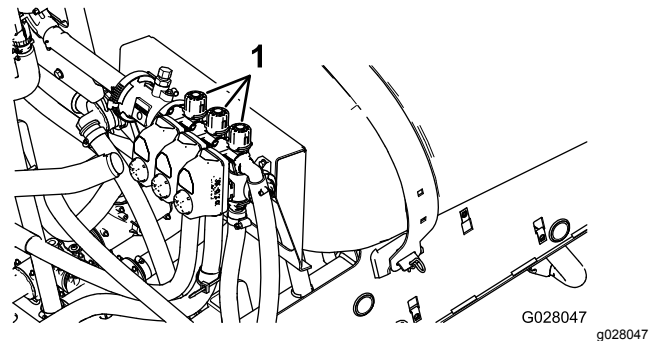

Figura 74
10. Desactive el brazo izquierdo y ajuste la válvula de desvío del brazo (**Figura 74**) hasta que la presión marcada coincida con el nivel previamente ajustado (típicamente 2,76 bar).
12. Ajuste la válvula de desvío del brazo derecho (**Figura 74**) hasta que la presión marcada está en el nivel previamente ajustado (típicamente 2,76 bar).
14. Ajuste la válvula de desvío del brazo central (**Figura 74**) hasta que la presión marcada coincida con el valor previamente ajustado (típicamente 2,76 bar).